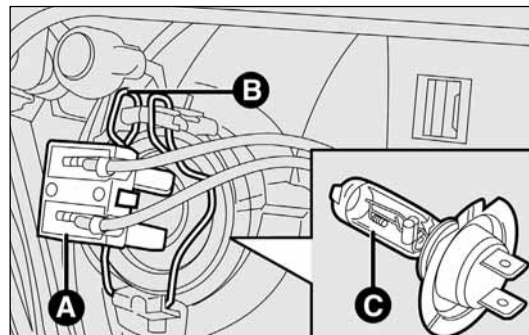

fig. 190
- ☐ desconectar el conector eléctrico A-fig. 190;